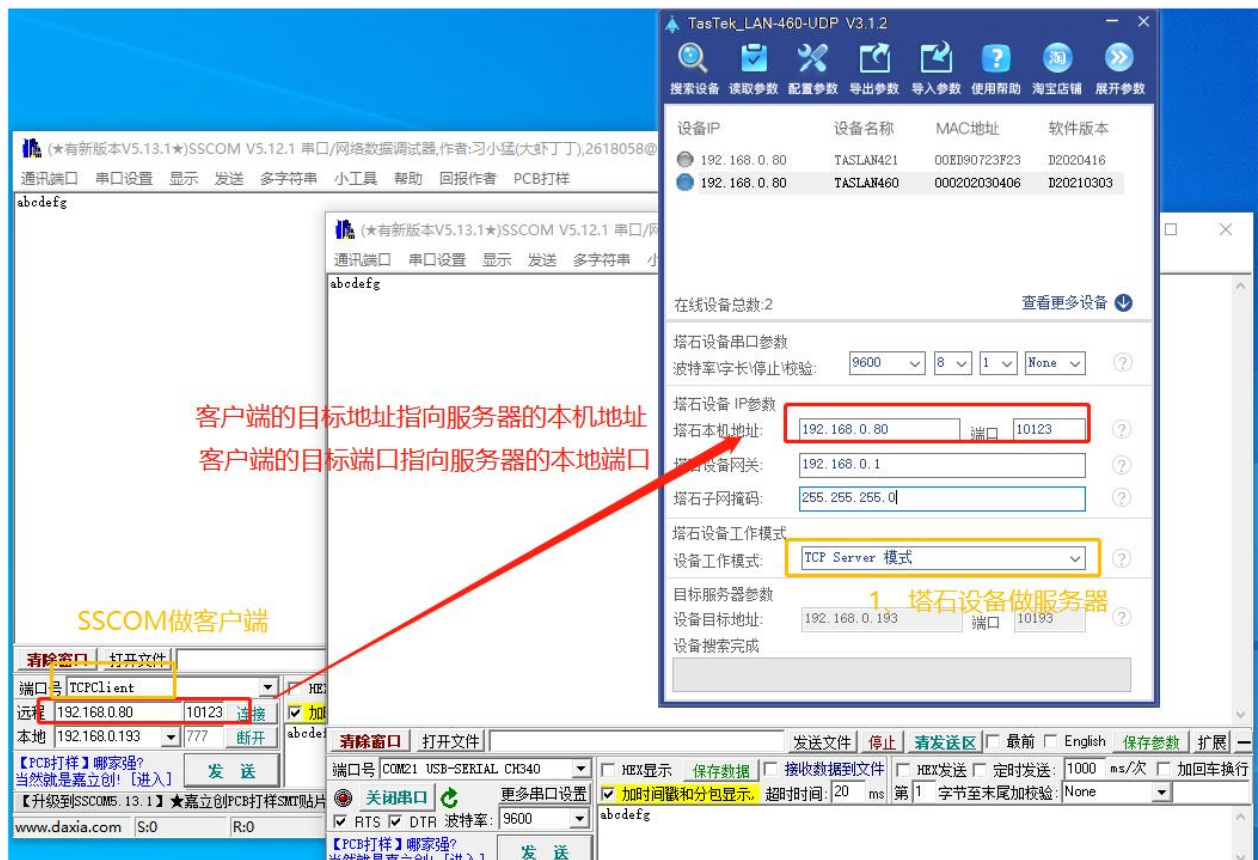

图 7：数据传输测试图
- 3) 其中一个sscom选择与模块对应的串口，设置波特率为9600；另一个sscom设置成为TCP Client，在远程中填入目标IP 地址192.168.0.80，端口号10123，点击连接，成功后如图7所示；如果失败请检查2.2中设置是否正确。连接成功后电源旁边的LED灯会常亮。